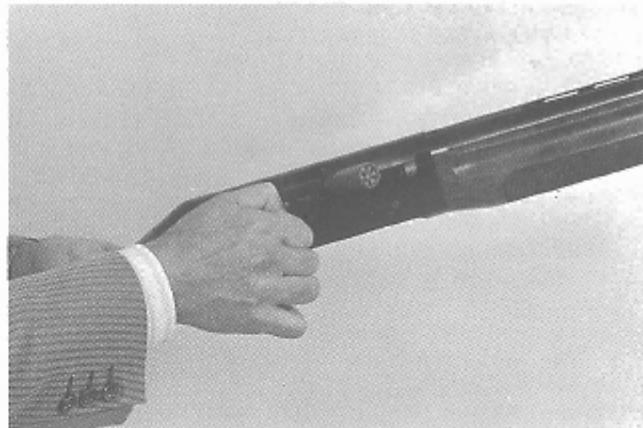

Fig. 19
- appoggiare il calcio sull'anca ed aprire manualmente l'otturatore tirando la manetta (fig. 19), la cartuccia in camera viene così estratta ed espulsa dall'arma;
- rest the butt of the stock on your hip and open the bolt by pulling back on the bolt lever (fig. 19). The round in the chamber will thus be ejected by the extractor;
- appuyer la crosse sur la hanche et ouvrir l'obturateur à la main en tirant la manette (fig. 19); la cartouche qui se trouve dans la chambre est ainsi extraite et éjectée de l'arme;